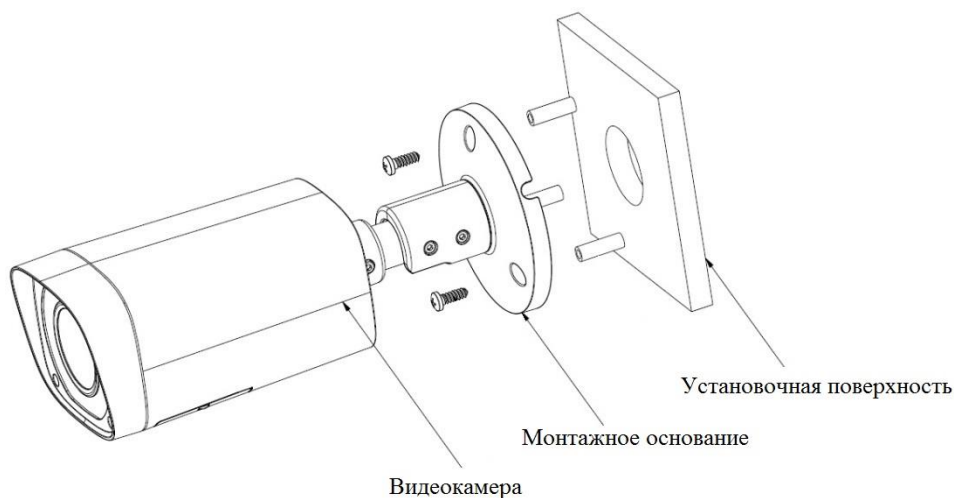

Рисунок 6.3
6.6 Прикрепите видеокамеру к установочной поверхности (рис.6.3). При необходимости поверните корпус видеокамеры на желаемый угол.